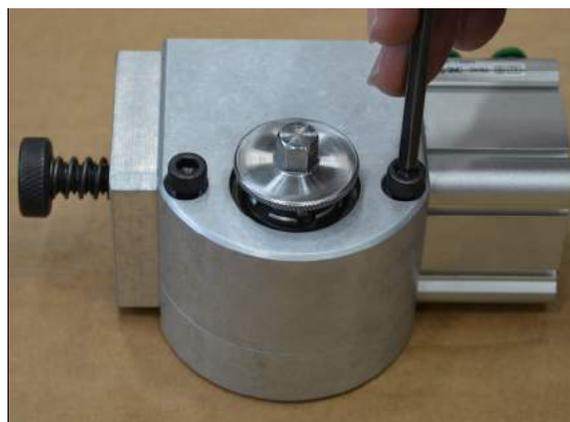

FIGURA 3-38. UBICACIÓN DE LOS PERNOS DE LA CAJA DE ALIMENTACIÓN
1. Retire el eje de avance y los dos pernos (véase la Figura 3-38).